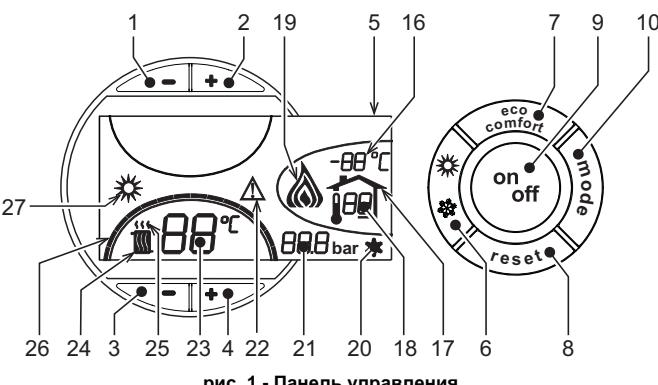
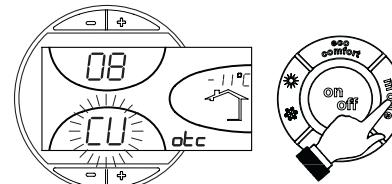
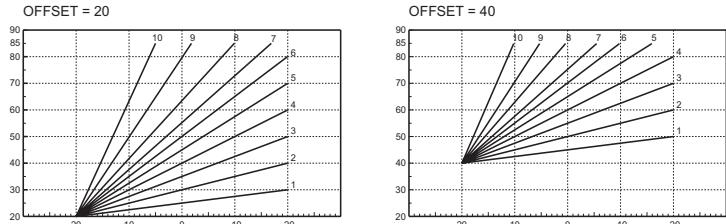

рис. 1 - Панель управления
рис. 9 - Кривая погодозависимого регулирования
рис. 12 - Пример параллельного смещения кривых погодозависимого регулирования
Нажмите клавишу on/off (поз. 9 - рис. 1) в течение 1 секунды.
Для повторного включения котла снова нажмите клавишу on/off (поз. 9 рис. 1) в течение 1 секунды.
- Нажмите кнопку ВКЛ/ВЫКЛ (9 - рис. 1)
Нажмите клавишу Лето/Зима (поз. 6 - рис. 1) на 1 секунду.
На дисплее высвечивается символ "Лето" (поз. 27 - рис. 1). При этом котел будет вырабатывать только воду для ГВС. Остается активной система защиты от замерзания.
Для выключения режима "Лето" вновь нажмите клавишу Лето/Зима (Поз. 6 - рис. 1) на 1 секунду.
Температура в системе отопления регулируется в пределах от 30 °C до 90 °C с помощью клавиш (поз. 3 и 4 - рис. 1); однако, не рекомендуется эксплуатировать котел при температуре ниже 45 °C.
Температура (поз. 1 +) в системе ГВС регулируется в пределах от 10°C до 65°C с помощью клавиш (поз. 1 и 2 - рис. 1).
При наличии датчика температуры наружного воздуха (опция) на дисплее панели управления (поз. 5 - рис. 1) отображается измеряемая этим датчиком температура. При этом система управления котлом работает в режиме "Плавающая температура". В этом режиме температура воды, подаваемой в систему отопления, регулируется в зависимости от климатических условий внешней среды с тем, чтобы обеспечить максимальный комфорт и экономию энергетических ресурсов в течение всего года. Так, при повышении внешней температуры понижается температура подачи воды в систему отопления, что производится по определенной "кривой погодозависимого регулирования".
С переключением на режим "Плавающей температуры" показатель температуры, устанавливаемый клавишами (дет. 3 и 4 - рис. 1) соответствует максимальной температуре подачи воды в систему отопления. Рекомендуется задавать максимальное значение температуры с тем, чтобы позволить системе регулировать ее по всему рабочему диапазону.
При однократном нажатии клавиши Режим (поз. 10 - рис. 1) на дисплее высвечивается текущая кривая погодозависимого регулирования (рис. 9), которую можно изменить с помощью клавиш задания температуры воды ГВС (поз. 1 и 2 - рис. 1).
При нажатии клавиш регулировки температуры отопления (поз. 3 и 4 - рис. 1) получается доступ к функции параллельного изменения кривых (рис. 12), выполняемого с помощью клавиш регулировки температуры в контуре ГВС (поз. 1 и 2 - рис. 1).
При повторном нажатии клавиши Режим (поз. 10 - рис. 1) осуществляется выход из режима регулировки параллельных кривых.
Если к котлу подключено устройство дистанционного управления с таймером (опция), вышеописанные регулировки производятся в соответствии с указаниями, приведенными в таблице 1. При этом на дисплее пульта управления (поз. 5 - рис. 1) высвечивается температура в помещении, измеряемая устройством дистанционного управления.
Выбор режимов ECO/COMFORT	При выключении режима ГВС с пульта ДУ котел переходит в режим "Eco-potyu". В этих условиях клавиша 7 рис. 1 - на панели котла отключена. При включении режима ГВС с устройства ДУ с таймером котел устанавливается в режим Comfort. В этих условиях с помощью клавиши 7 рис. 1 - на панели управления котла можно выбрать любой из этих двух режимов.